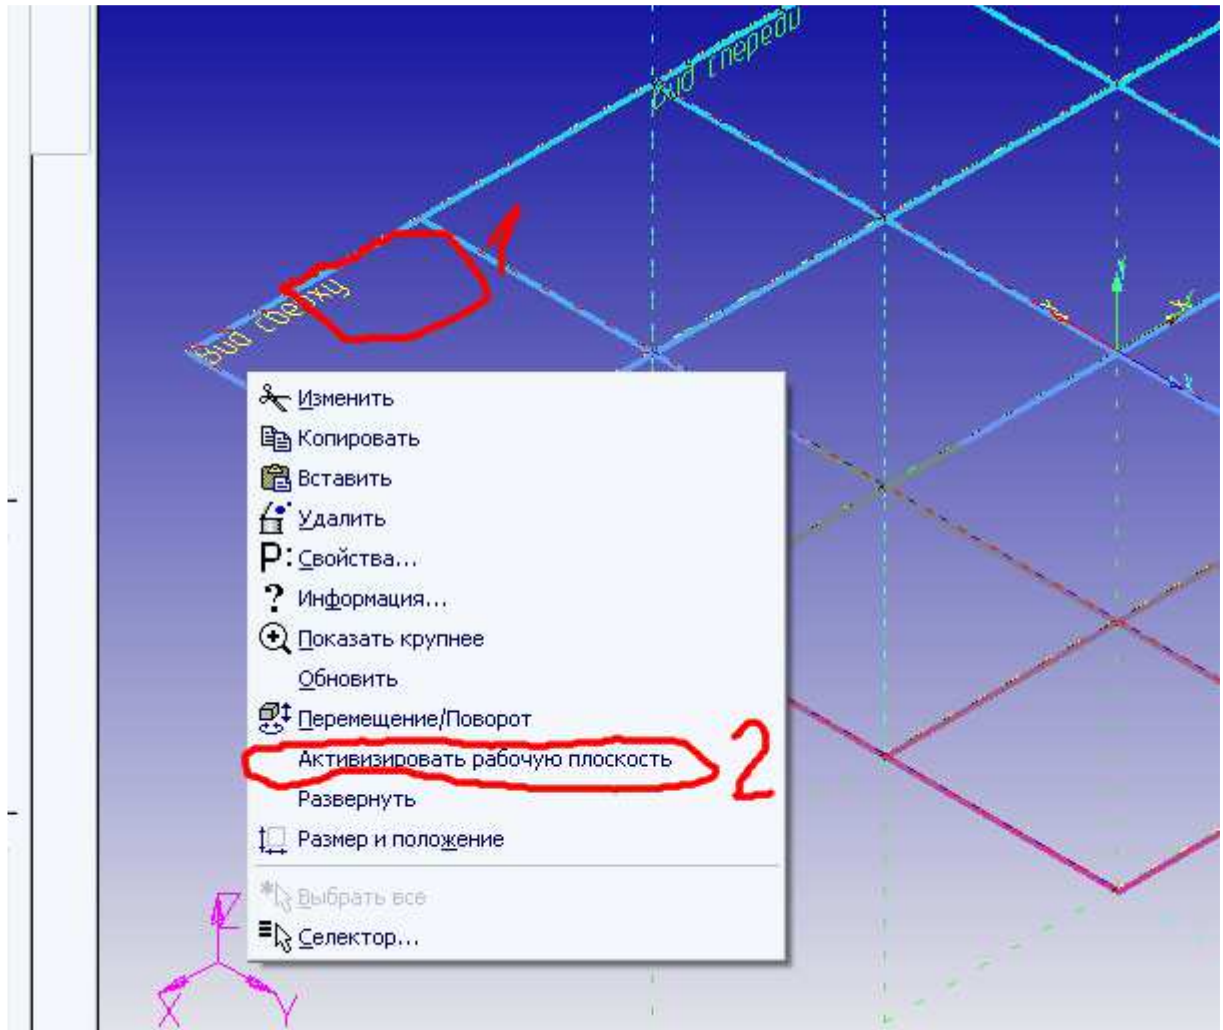
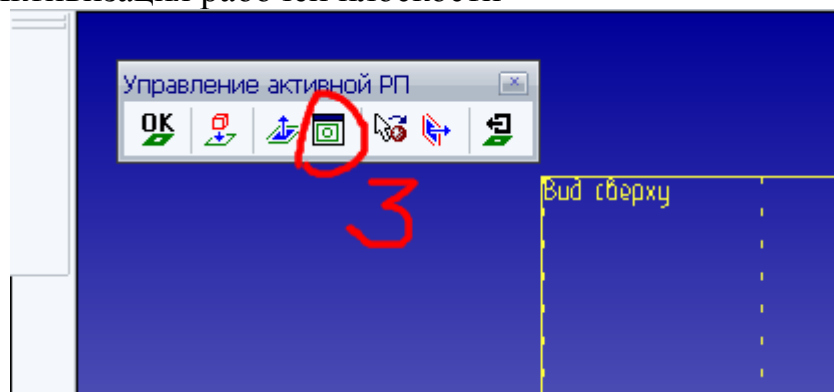

Рисунок 1. Активизация рабочей плоскости
Рисунок 2. Вид меню управления активной рабочей плоскостью
1. **Активизация рабочей плоскости** (рис. 1). Поднести мышь в 3D окно, выбираем активизировать рабочую плоскость (РП), в меню управление активной РП выбираем кнопку «открыть 2D окно с активной рабочей плоскостью» (рис. 2).